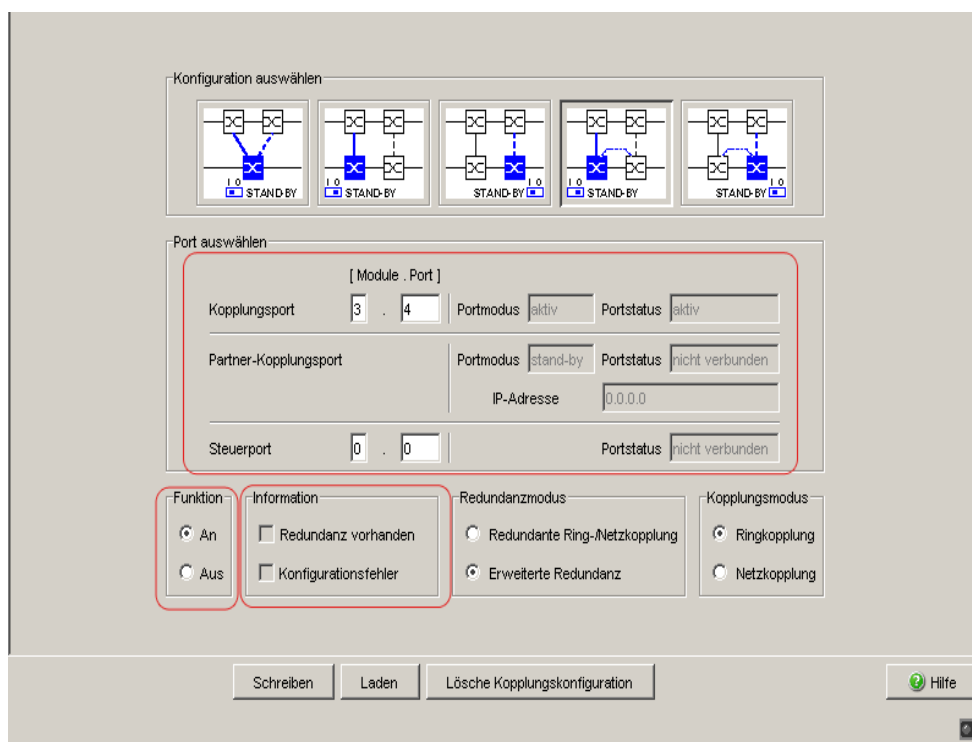

Abb. 23: Zwei-Switch-Kopplung mit Steuerleitung: Port auswählen und Funktion ein-/ausschalten
- ☐ Wählen Sie den Kopplungsport aus (siehe Abbildung 23).
- Wählen Sie den Steuerport aus (siehe Abbildung 23).
- ☐ Schalten Sie im Rahmen „Funktion“ die Funktion an (siehe Abbildung 23).
- ☐ Wählen Sie den Steuerport aus (siehe Abbildung 23). Mit „Steuerport“ legen Sie fest, an welchen Port Sie die Steuerleitung anschließen.